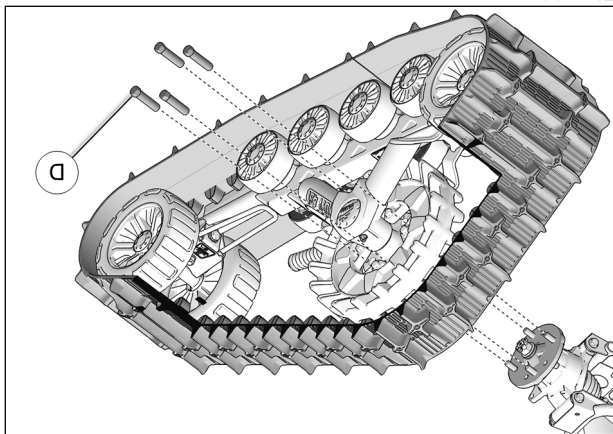

Fig. 12
13. Fixer le système de traction au moyeu de roue arrière. Utilisez les écrous de roue (D) fournis. Voir la Fig. 12